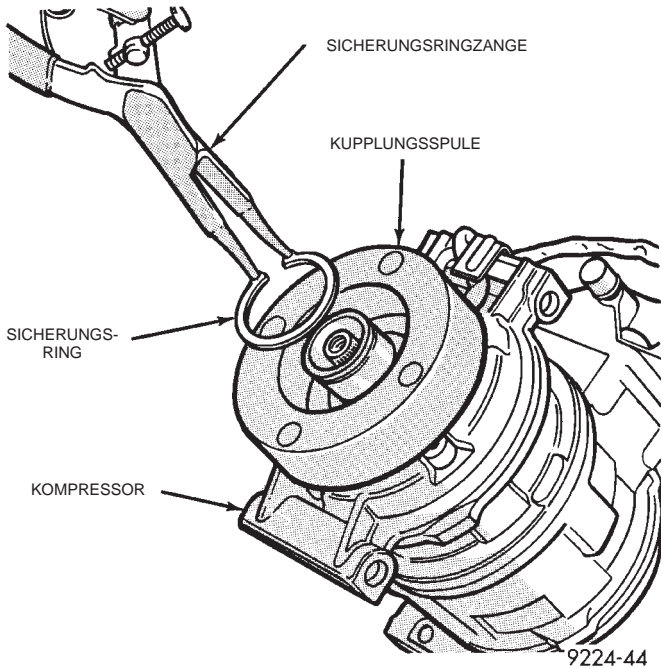

Abb. 9 Sicherungsring der Kupplungsspule aus- und einbauen
(5) Kabelbaum-Steckverbinder der Kupplungsspule abziehen. Die Schraube lösen, mit welcher der Halter des Kabelbaums der Kupplungsspule befestigt ist, und Halter vom vorderen Kompressorgehäuse abnehmen.
(6) Sicherungsring von der Kompressorwelle abbauen und Kupplungsspule abnehmen (Abb. 9). Kupplungsspule von der Kompressorwelle abziehen.